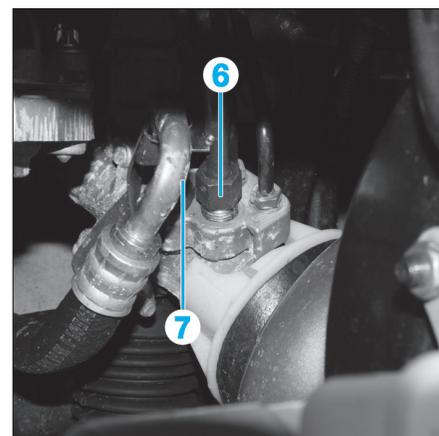
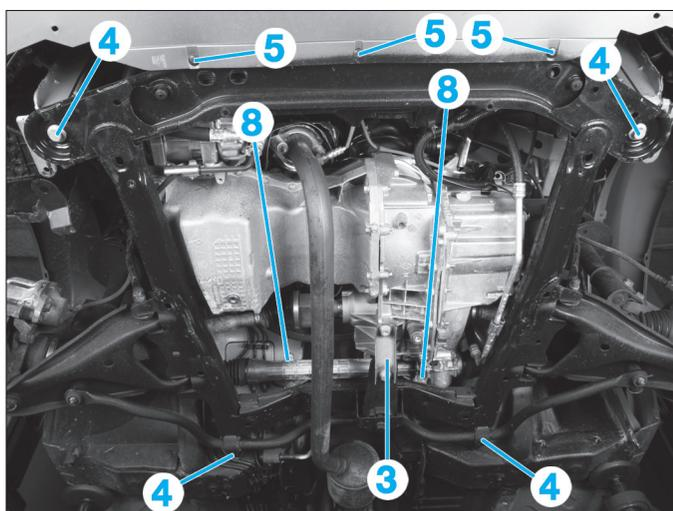

Fig. 9
Fig. 8
- Déposer le tirant antibasculement (3) de la boîte de vitesses (Fig.8).
- les vis du berceau (4),
- les vis de fixation (5) du berceau sur le bouclier.
- le raccord (6) du tuyau haute pression sur le boîtier de direction (Fig.9),
- le raccord (7) du tuyau basse pression sur le boîtier de direction.
- les 2 vis de fixation du boîtier de direction (8) (Fig.8),